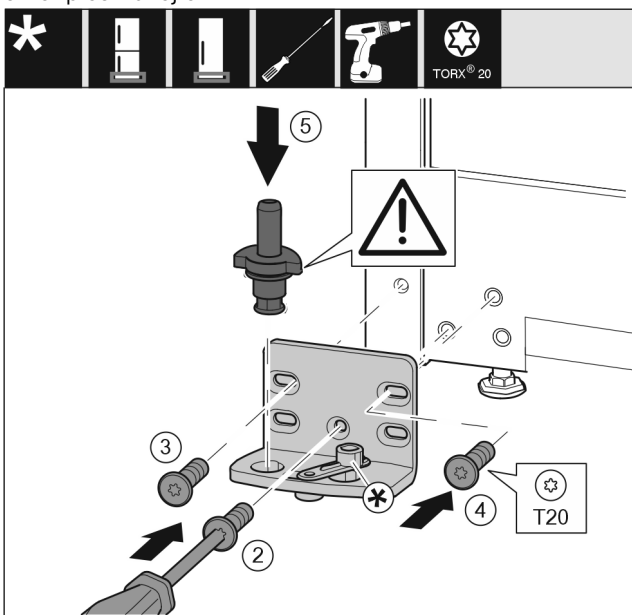

Fig. 16
- ▶ Pielieciet gultņa balstu otrā pusē un pieskrūvējiet, izmantojot skrūvgriezi. Sāciet apakšā pa vidu ar skrūvi Fig. 16 (2).
- ▶ Pieskrūvējiet skrūvi Fig. 16 (3) un skrūvi Fig. 16 (4).
- ▶ Pilnīgi ievietojiet gultņa tapu Fig. 16 (5). Uzmaniet, lai fiksācijas izcilnis būtu vērsts virzienā uz aizmuguri.